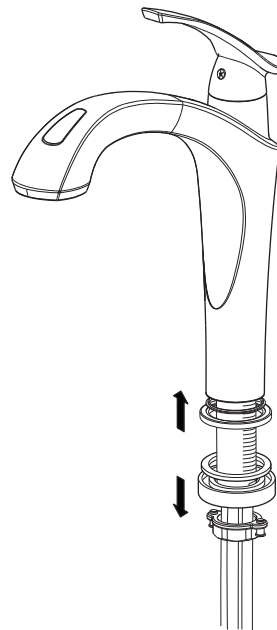

Fig. 1.3
- Dévisser et enlever l'**anneau de serrage**, la **rondelle métallique** et la **rondelle de caoutchouc**. Pour faciliter la tâche, retirer le **tuyau du vaporisateur** de ces pièces en premier (fig. 1.3). Assurez-vous que le **receveur du corps** et l'**anneau de finition** soient toujours en place.
- Unscrew and remove the **mounting nut**, the **metal washer** and the **rubber washer**. To make it easier, remove the **hand sprayer hose** from these pieces first (fig. 1.3). Make sure that the **body deck plate** and the **finishing ring** are still in place.